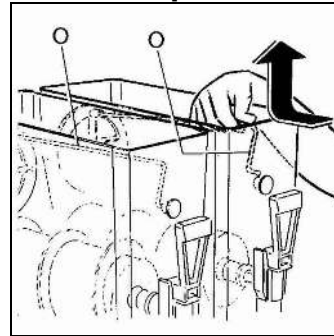

Fig. 10
- Extraire le dispositif de mélange supérieur (O) en le poussant légèrement en arrière pour pouvoir le désencastrer de son logement (voir fig. 10).